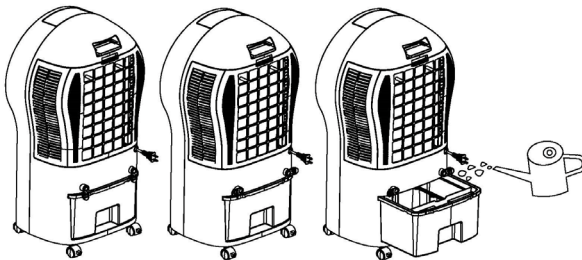

fig. 1
9. Remplissage d'eau: assurez-vous que la machine est débranchée. Ouvrez le réservoir d'eau et remplissez-le d'eau (fig.1). Assurez-vous de ne pas dépasser le niveau d'eau le plus élevé ni de descendre en dessous du niveau d'eau le plus bas (fig. 2). Utilisez de l'eau du robinet propre.
11. Télécommande: ouvrez le couvercle des piles de la télécommande et insérez une pile 3V CR2032 (fig.1). 2. Pointez vers le récepteur lorsque vous utilisez la télécommande.